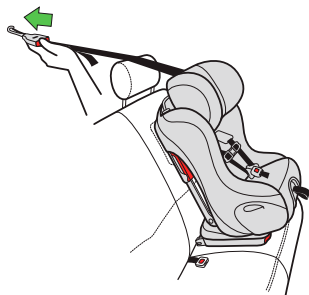

Figure 45
- Allongez la Courroie d'Ancrage en appuyant sur le bouton de réglage/déverrouillage sur l'Attache d'Adjustement tout en tirant la ceinture, tel qu'illustré dans la **Figure 45**.